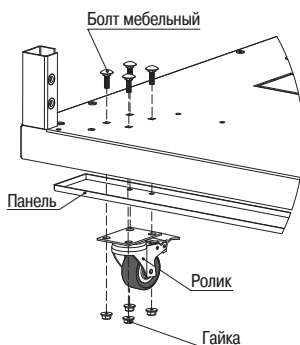

Рисунок 16 – Установка роликов
3.5.1 Для монтажа роликов в основании шкафа необходимо отвернуть панель, совместить посадочные отверстия ролика и панели с осями мебельных болтов, затем притянуть их к основанию гайками (рисунок 16). Допускается одновременная установка шкафа на регулируемые опоры и на ролики. В этом случае опоры крепятся к основанию так, как описано в 3.1.1.